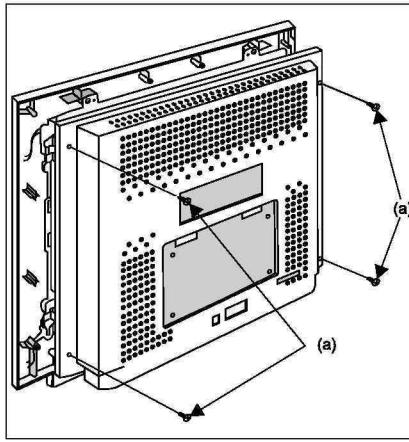

Рис. 4
- Выкручивают четыре винта (рис. 4) и снимают заднюю крышку монитора.